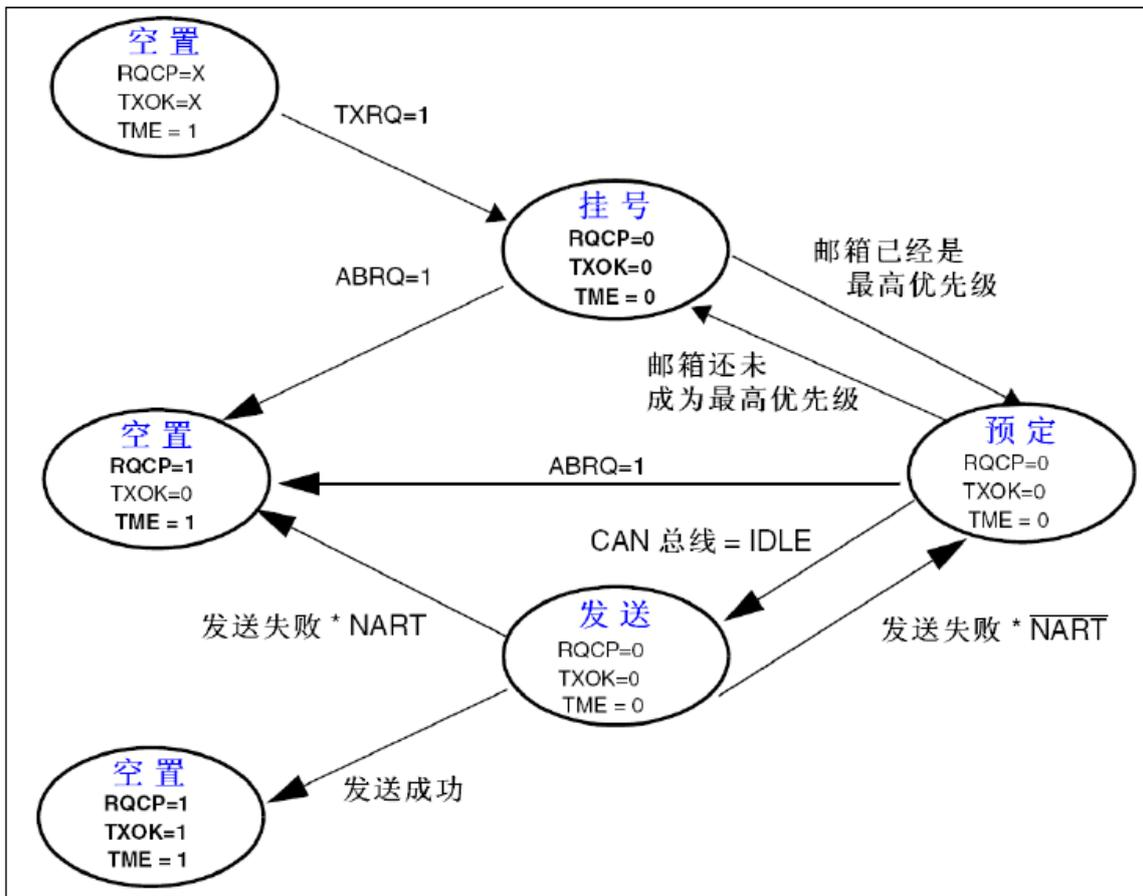

图 31.1.12 发送邮箱
CAN 发送流程为：程序选择 1 个空置的邮箱 (TME=1) → 设置标识符 (ID)，数据长度和发送数据 → 设置 CAN_TiXR 的 TXRQ 位为 1，请求发送 → 邮箱挂号 (等待成为最高优先级) → 预定发送 (等待总线空闲) → 发送 → 邮箱空置。整个流程如图 31.1.12 所示：